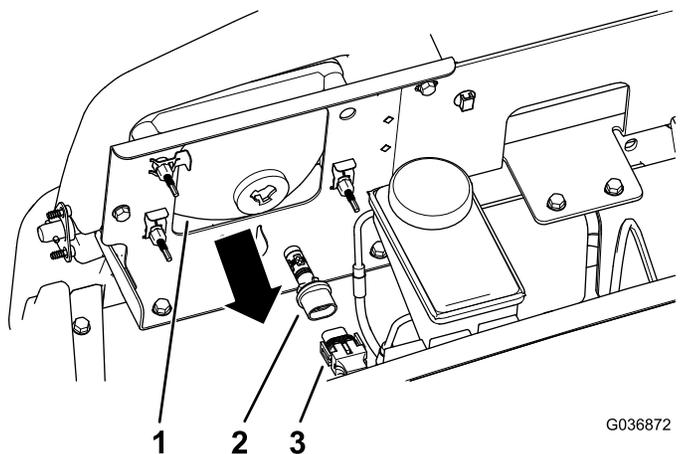

図 52
3. ヘッドライトハウジングの裏側からきているランプアセンブリ用ハーネスコネクタを外す 図 52。
4. ランプアセンブリを左に1/4回転させて後ろに引き抜いてヘッドライトハウジングから取り出す 図 52。
5. 新しいランプアセンブリとヘッドライトハウジングを入れ、ランプアセンブリについているタブをヘッドライトハウジングのスロットに合わせる 図 52。
6. ランプアセンブリを右方向に 1/4 回転させて取り付ける 図 52。
7. ハーネス用のコネクタを、新しいランプアセンブリのコネクタに接続する 図 52。